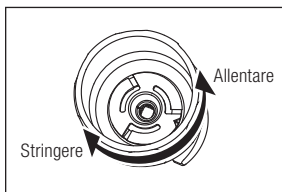

Fig. 2
- 2) Posizionare la chiave in corrispondenza della punta e serrare ruotando la chiave in senso orario fino a farla scattare (Fig. 2). Non ruotare il cordone del manipolo.
Per rimuovere la punta, utilizzare l'apposita chiave e girare (in senso antiorario) come indicato nella Fig. 2.